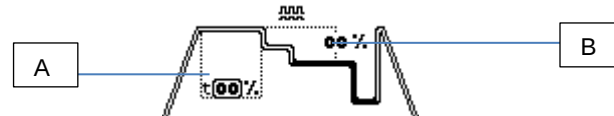

Fig.7
**OPTION SOUDURE E-TWO PULSE (OPTION).** Configurer les paramètres de soudure comme dans l'option pulsée, sélectionner enfin, par le codeur **S1** le sous-menu d'option (fig. 3 réf. D) et régler la durée du courant de pic exprimée en pourcentage de la période (fig. 7 réf. A) et le rapport en pourcentage de réduction de la seconde pulsation par rapport à la première (fig. 7 réf. B).